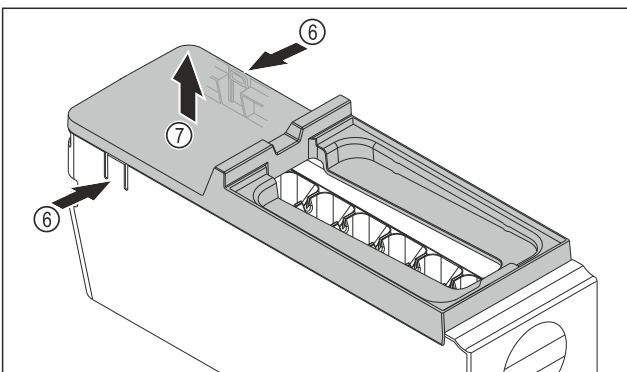

Fig. 137
- ▶ Scoateți apărătoarea corpului EasyTwist-Ice: Apăsați eclisele Fig. 137 (6) de pe ambele părți ale corpului EasyTwist-Ice cu o mână.
- ▶ Scoateți apărătoarea Fig. 137 (7) cu cealaltă mână în sus.